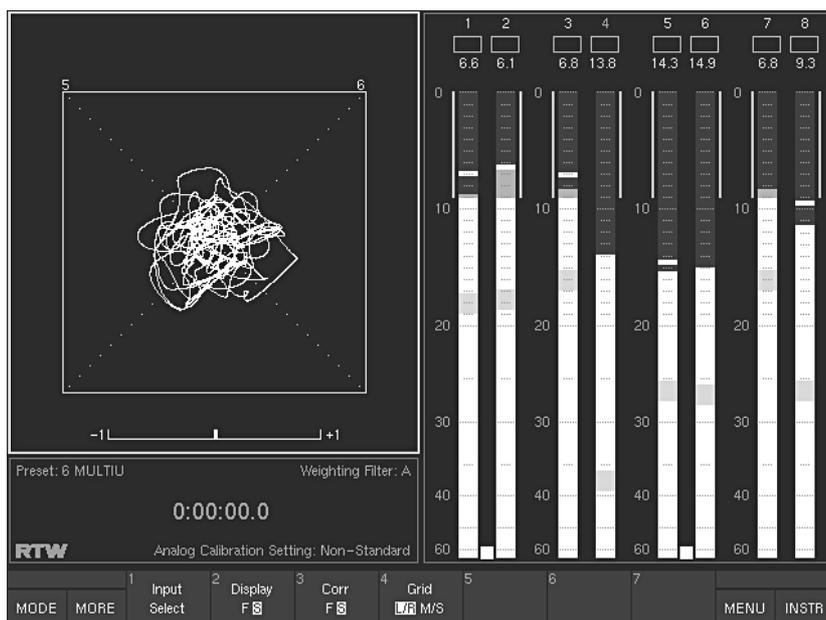

Bild 3-6: Bildschirmanzeige bei Anwahl des Instrumentes VSC, eingestelltem „Multi Channel“-Modus und definierten Stereo-Kanalpaaren
im „Multi Channel“-Modus: „Input Select“, Schaltfläche/Taste 2, siehe Bild 3-6
- **„Multi Channel“-Modus** (Bild 3-6):
im „Multi Channel“-Modus: Schaltfläche/Taste 2, siehe Bild 3-6,
im „Multi Channel“-Modus: Schaltfläche/Taste 3, siehe Bild 3-6,
im „Multi Channel“-Modus: Schaltfläche/Taste 4, siehe Bild 3-6,